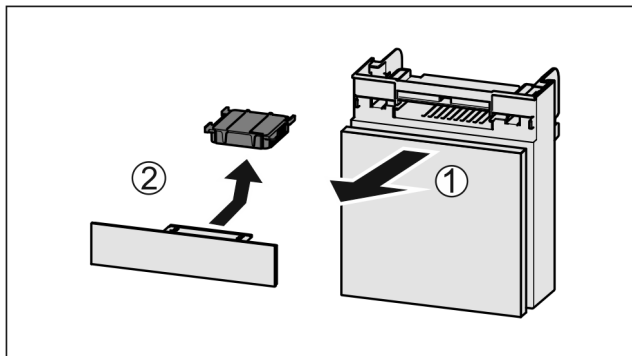

Fig. 43
- ▶ Fach nach vorne herausziehen Fig. 43 (1).
- ▶ Aktivkohlefilter entnehmen Fig. 43 (2).